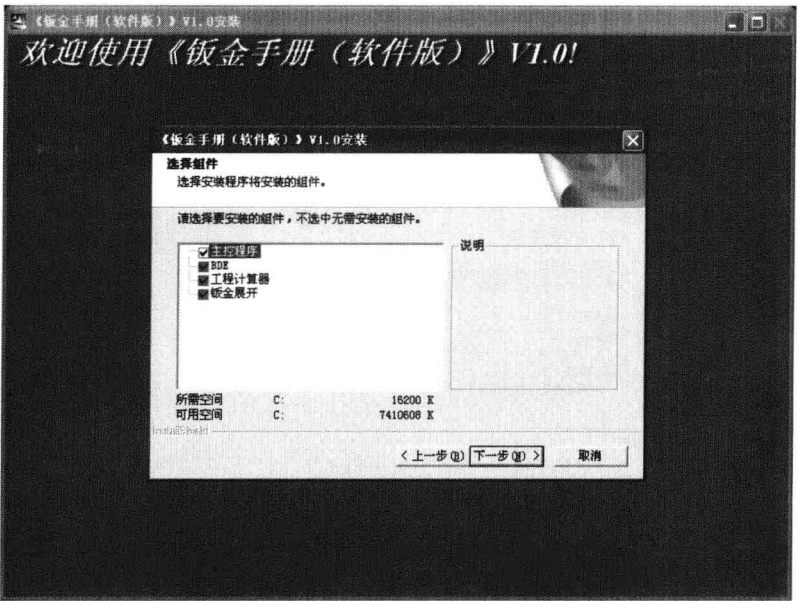

图 1.7 选择组件界面
(7) 进入如图 1.7 所示的选择组件界面。在此界面中可以选择要安装的组件（主控程序和 BDE 为必需安装的组件），不需安装的组件可不选。